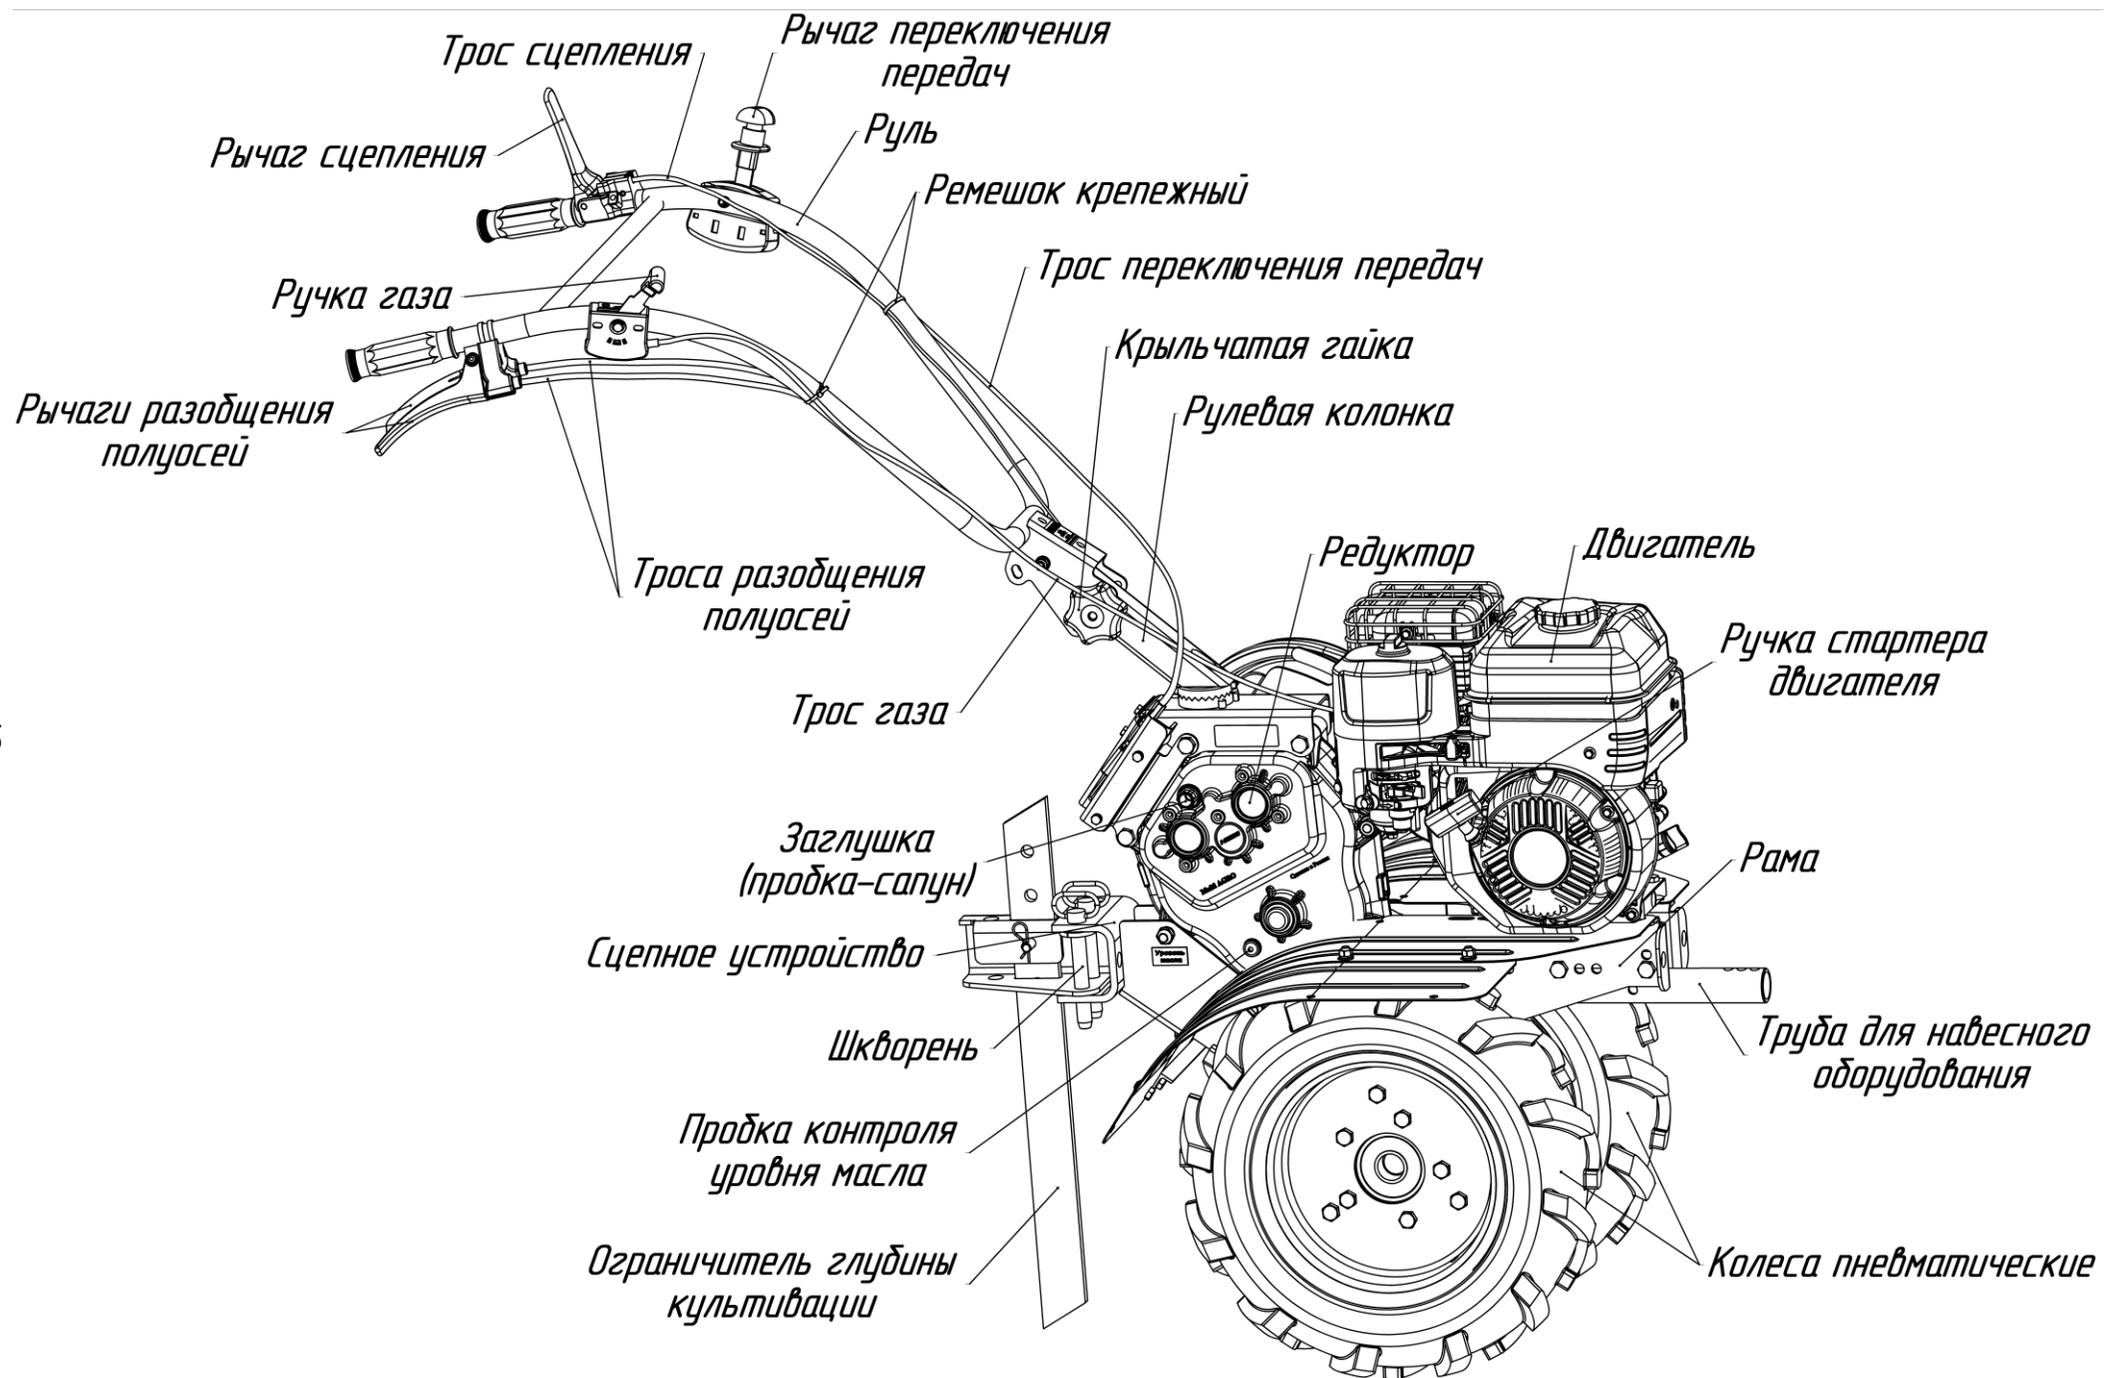

Рис.1 Мотоблок модификаций МБ2. Общий вид (вид справа)
МБ2 (рис.1, 2,) – это одноосный универсальный силовой агрегат, предназначенный для работы как с устройствами, входящими в штатную комплектацию, так и с различными сменными орудиями, и состоящий из:
**Рычаг переключения передач** (рис.1, 5) расположен на левой рукоятке руля.
**Рычаг сцепления** (рис.1, 6) – расположен на левой рукоятке руля, предназначен для включения/выключения сцепления.
**Рычаги разобщения полуосей** (рис.1, 7) – расположены на правой половине руля, служат для **отключения привода левой и правой полуоси редуктора** (левого и правого колеса). Левый рычаг (черный) отключает левую полуось (левое колесо), правый рычаг (красный) – правую полуось (правое колесо) (рис.7, 13).
**Ручка газа** (рис.1, 9) – расположена на правой рукоятке руля. Перемещение ручки от себя – увеличение оборотов двигателя; на себя – снижение оборотов и остановка двигателя.